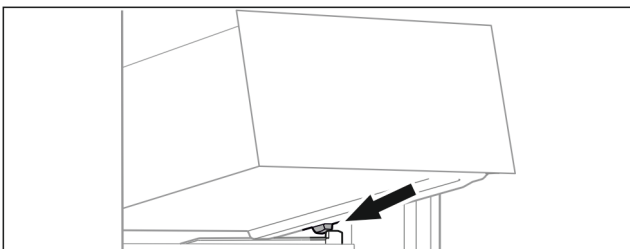

Fig. 14
- ▶ Schubfach schräg hinter den Stoppere auf die Behälterrippe aufsetzen Fig. 14 (1).